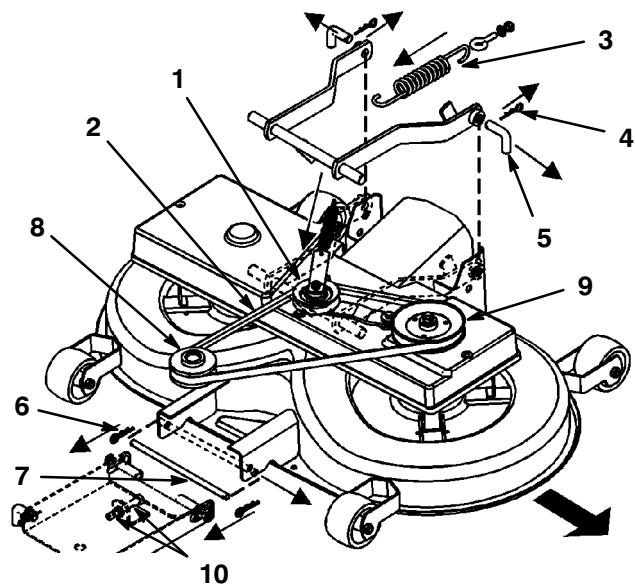

Abbildung 38
3. Den Führungsrollenarm hereinziehen und den V-Riemen von der Riemscheibe abnehmen (Abb. 38).
4. Die Feder vom Einrückhebel lösen (Abb. 38).
6. Die Haarnadelklemmen von den beiden hinteren Stiften und die Stifte entfernen (Abb. 38). Zum Herausziehen des zweiten Stifts ist u. U. eine Zange erforderlich.
7. Die Haarnadelklemme vom vorderen Stift und den Stift entfernen (Abb. 38).
8. Den V-Riemen von der Motorriemenscheibe entfernen (Abb. 38).
2. V-Riemscheibe und Führungsrollenarm ausbauen (Abb. 38).
2. Den unteren Stift der vorderen Aufhängung in die untere Schlitzposition umpositionieren, indem die beiden M12-Muttern an der vorderen Aufhängung entsprechend verstellt werden (Abb. 38).